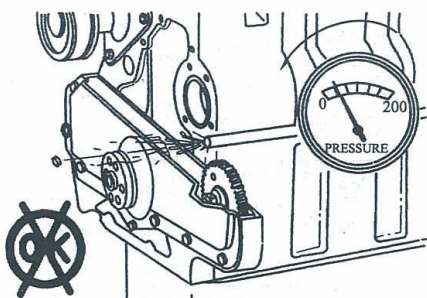

图 1-342 膨胀塞被冲出造成机油泄漏
2) 发动机油道膨胀塞被冲出, 造成机油泄漏, 见图 1-342。